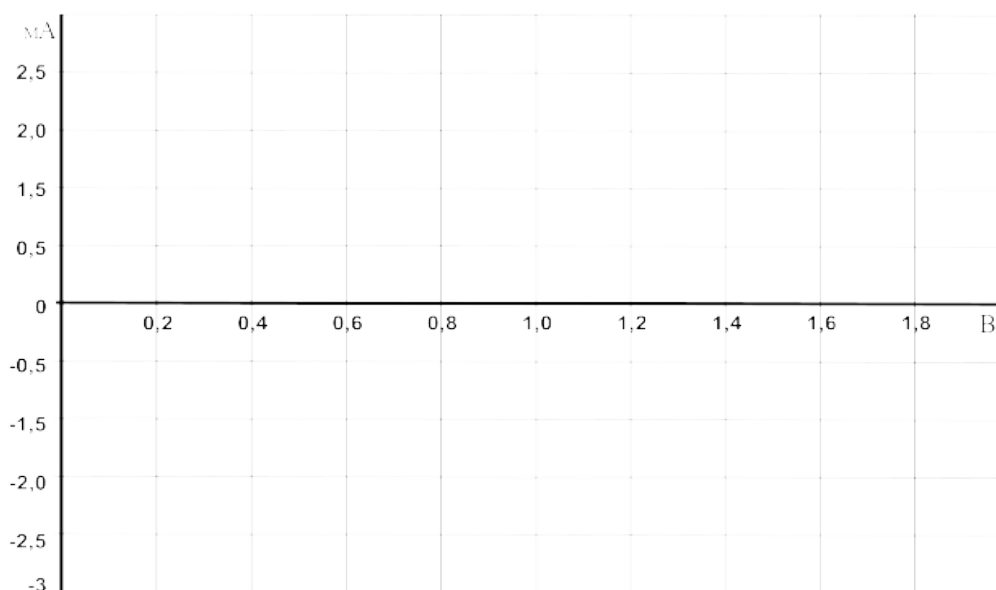

Рисунок 9
3.3. На рис. 9 постройте графики $I_{у}(U_{ук})$ при увеличении и уменьшении напряжения. На графике отметьте напряжения $U_{отп}$ и ток $I_{отп}$.